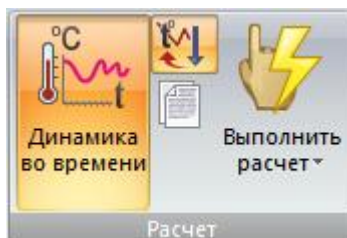

Рис. 7. Панель **Расчет**
- **Расчет** (рис.7) – операции, позволяющие задать информацию для стационарного и нестационарного расчетов теплопроводности и выполнить расчет.